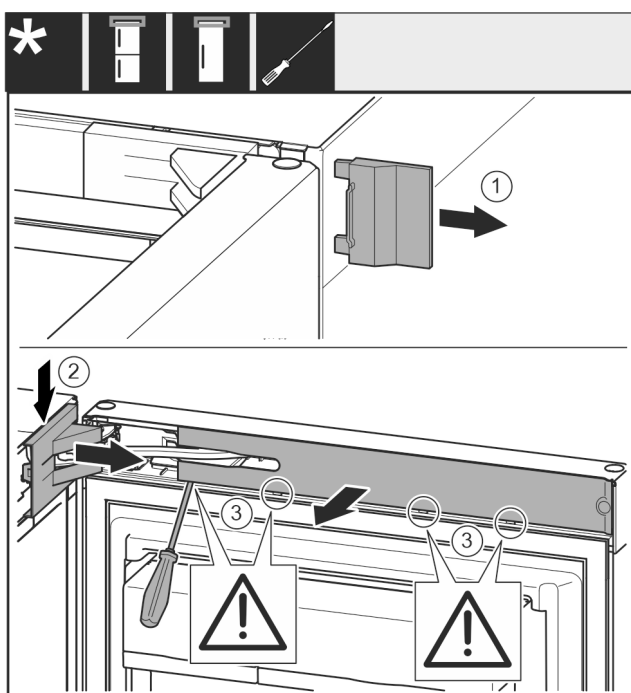

Fig. 9
- Scoateți capacul Fig. 9 (1).
- Deblocați și desfaceți capacul suportului de lagăr Fig. 9 (2).
- Scoateți capacul suportului de lagăr Fig. 9 (2).
- Deblocați masca Fig. 9 (3) cu șurubelnița plată și pivotați-o în lateral.